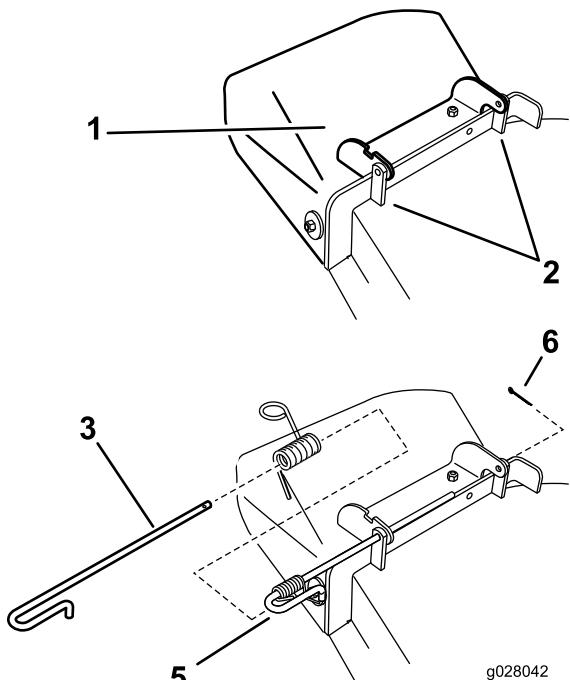

Bild 76
1. Entfernen Sie den Splint vom Ende der Stange (Bild 76).
2. Entfernen Sie die Feder von der Kerbe in der Ablenklechhalterung und schieben Sie die Stange aus den geschweißten Mähwerkhalterungen, der Feder und dem Auswurfablenkblech (Bild 76).
3. Positionieren Sie das neue Auswurfablenkblech mit den Halterungsenden zwischen den geschweißten Halterungen am Mähwerk (Bild 76).
7. Setzen Sie den Splint in das Ende der Stange (Bild 76).